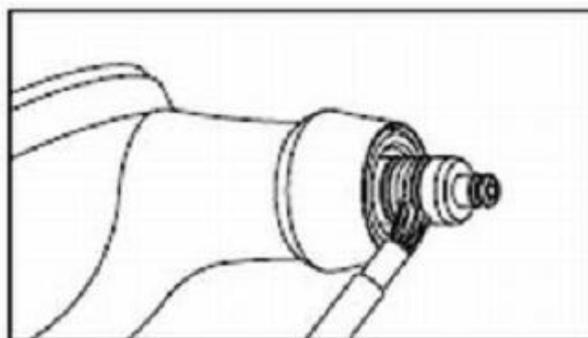

Рис. 10
1) Тщательно очистите внутреннюю часть соединительной секции наконечника и секцию уплотняющих колец контейнера порошка прилегающей щеткой. (Рис. 10)